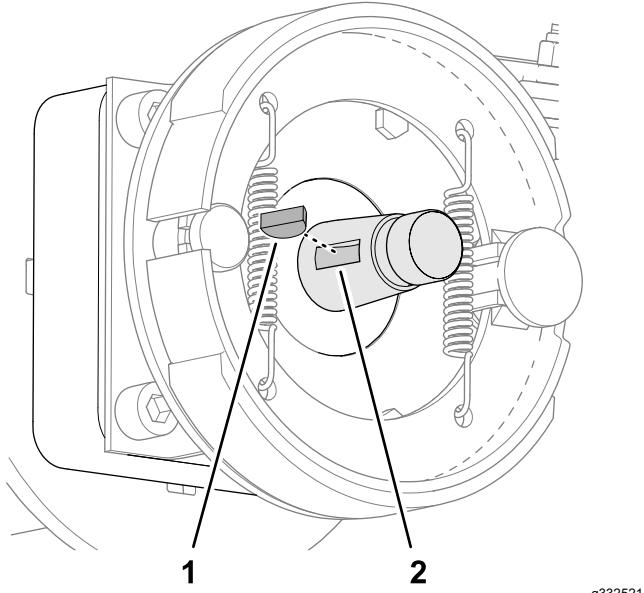

Figure 63
- 5. Retirez la clavette demi-lune de l'arbre du moteur de roue (Figure 63).